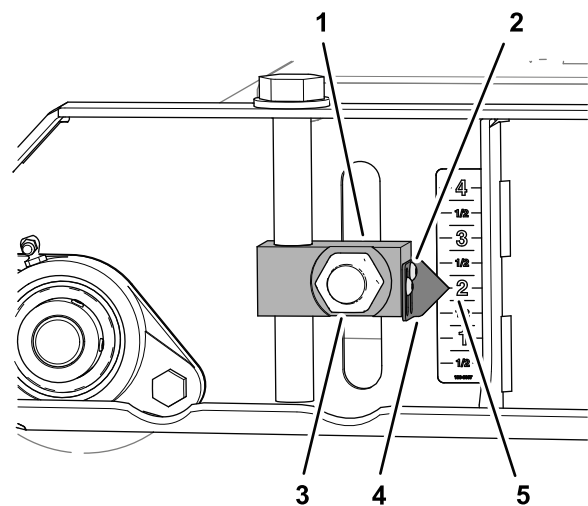
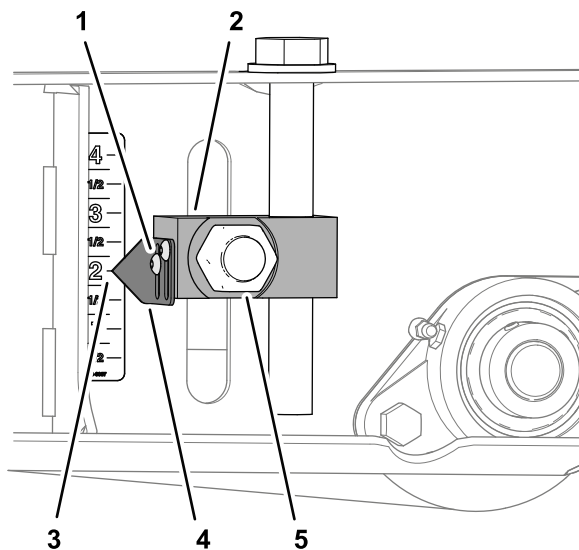

Bild 82
Bild 84
3. Lösen Sie die beiden Innensechskantschrauben, mit denen der Zeiger am Verstellblock befestigt ist, richten Sie den Zeiger auf die 2-Zoll-Markierung auf dem Aufkleber aus und ziehen Sie die Schrauben wieder fest (Bild 82).
6. Lösen Sie die Innensechskantschrauben, mit denen die beiden Zeiger am Verstellblock befestigt sind, richten Sie die Zeiger auf die 2-Zoll-Markierung auf dem Aufkleber aus und ziehen Sie die Schrauben wieder fest (Bild 84).
7. Ziehen Sie die vier Muttern, mit denen die Schnitthöhenverstellungen (Bild 82 und Bild 84) an den vorderen und hinteren Rollen befestigt sind, auf ein Drehmoment von 322 bis 396 N·m an.